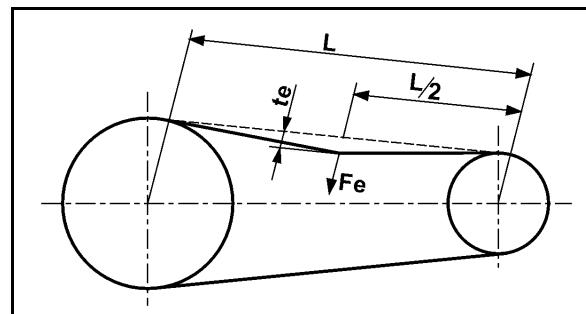

Fig. 190
2. Scoateți șuruburile (Fig. 190/1).
3. Scoateți capacul ventilului (Fig. 190/2).
4. Scoateți grupele supape (Fig. 190/3).
5. Extragăți etanșarea inelară a supapei (Fig. 190/4) și inelul O (Fig. 190/5).